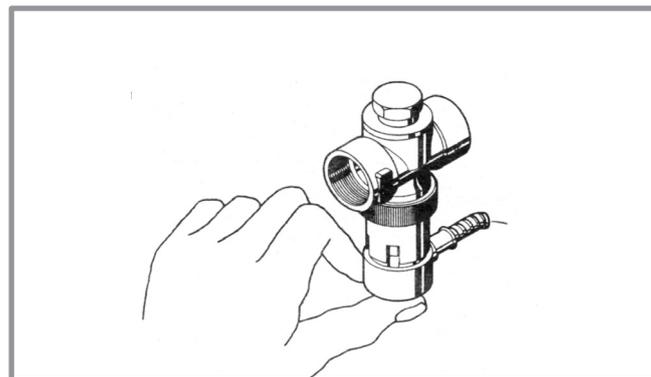

fig. 30 - Vanne de sécurité thermique
- Presser le capuchon rouge contre la soupape (fig. 30)